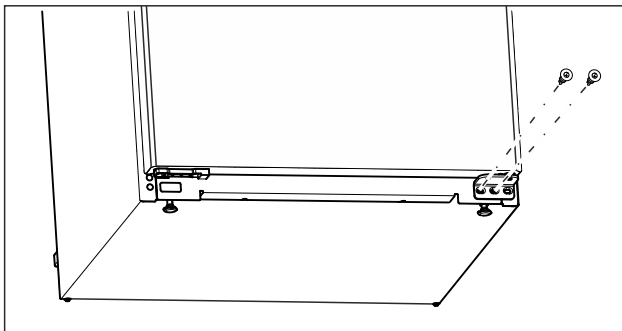

Fig. 15
- Skru den midterste skrue på det nederste hængsel af med en Torx 20-skruetrækker. (se Fig. 15)
- Skru den inderste skrue på det nederste hængsel af med en Torx 20-skruetrækker. (se Fig. 15)